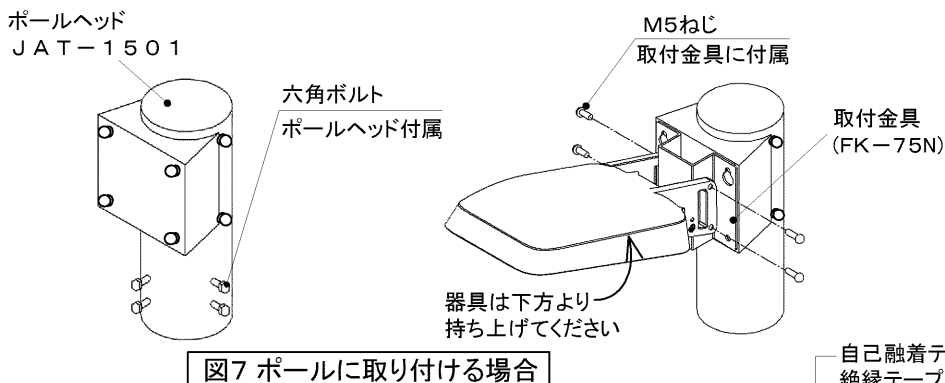

図7 ポールに取り付ける場合
### ●ポールヘッドに取り付ける場合 (図7)
4. 取付金具の同梱ねじ4本にて、取付金具と器具を(図7)のように締め付けてください。